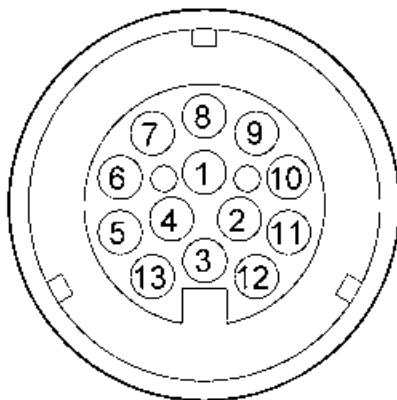

Fig. 65 Presa esterna
- presa a 230 V (Fig. 65,1)
- presa a 12 V (Fig. 65,3)
- presa TV (Fig. 65,4)
- presa satellitare (Fig. 65,2)